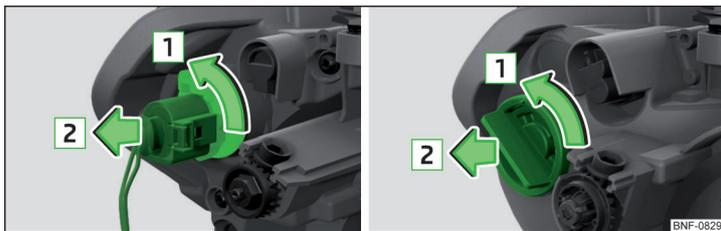

Fig. 175 Cambiar la bombilla para luz intermitente delantera: Variante 1 / Variante 2
- › Girar el portalámparas con la bombilla hasta el tope en el sentido de la flecha **1** » fig. 175.